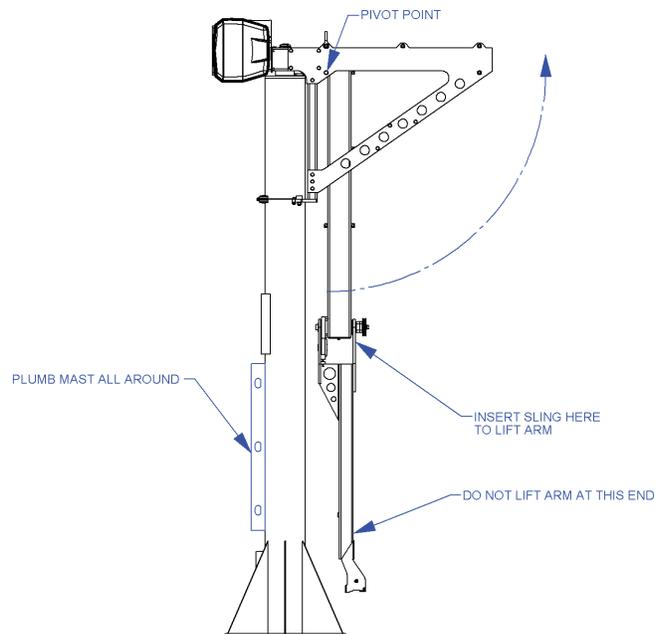

Fig. 4A. Installazione finale del braccio.
**4.1.1** Allentare e rimuovere le componenti metalliche dalla testa del dispositivo. Usando un dispositivo di sol-levamento adatto, ruotare il gruppo braccio fino alla posizione orizzontale (**fig. 4A**). Una volta posizionato correttamente il braccio, riassemblare le sue componenti di montaggio metalliche. **NON** avvitare le componenti di montaggio metalliche in questa fase.